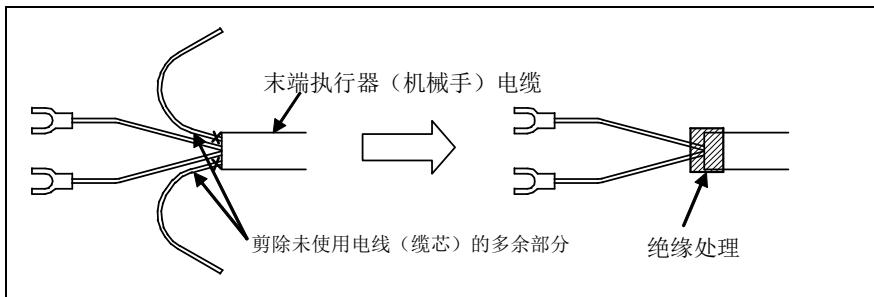

图 5 (a) 末端执行器（机械手）电缆的处理方法
- 请剪除末端执行器（机械手）电缆的未使用电线（缆芯）的多余部分并进行绝缘处理。如缠绕醋酸布胶带等。（见图 5）